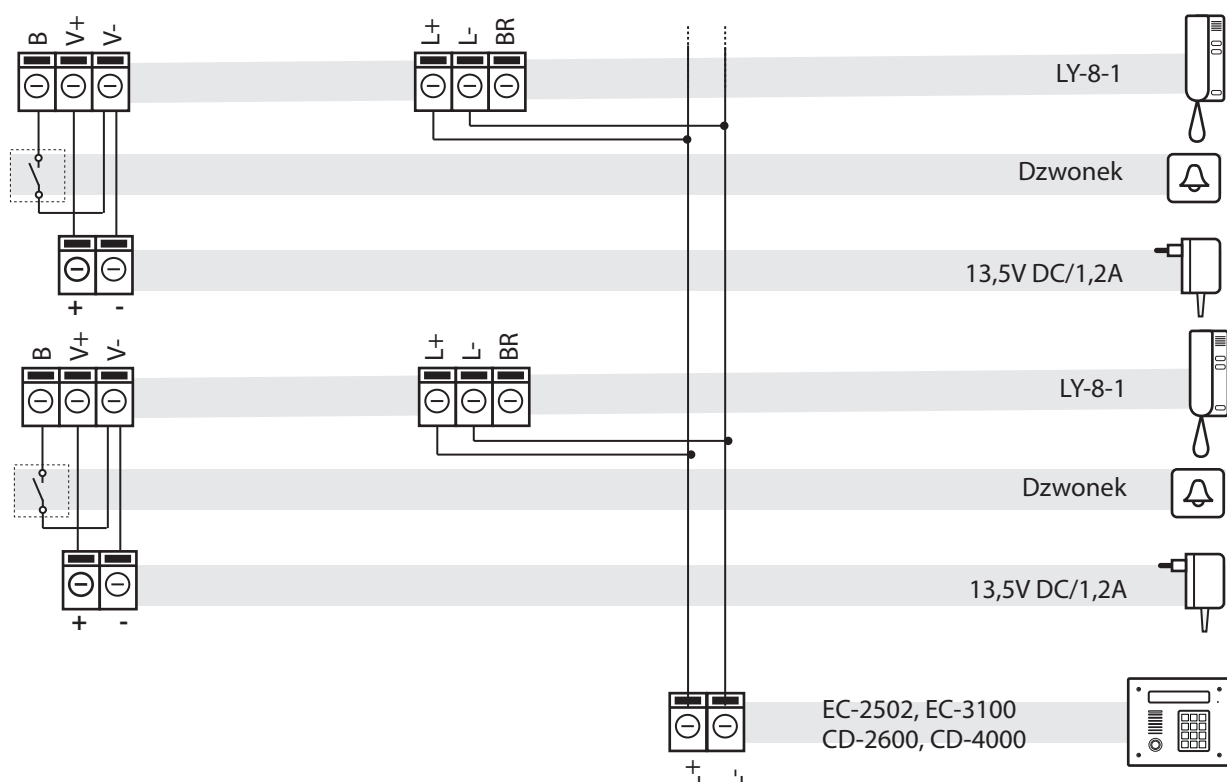

Fig. 5. Conectarea postului de interior LY-8-1. Alimentarea posturilor de interior de la surse de alimentare locale.
- conectați butonul soneriei la terminalele B și V-, apoi conectați cablurile de alimentare ale postului de interior conform diagramei din Fig. 5 sau 6,